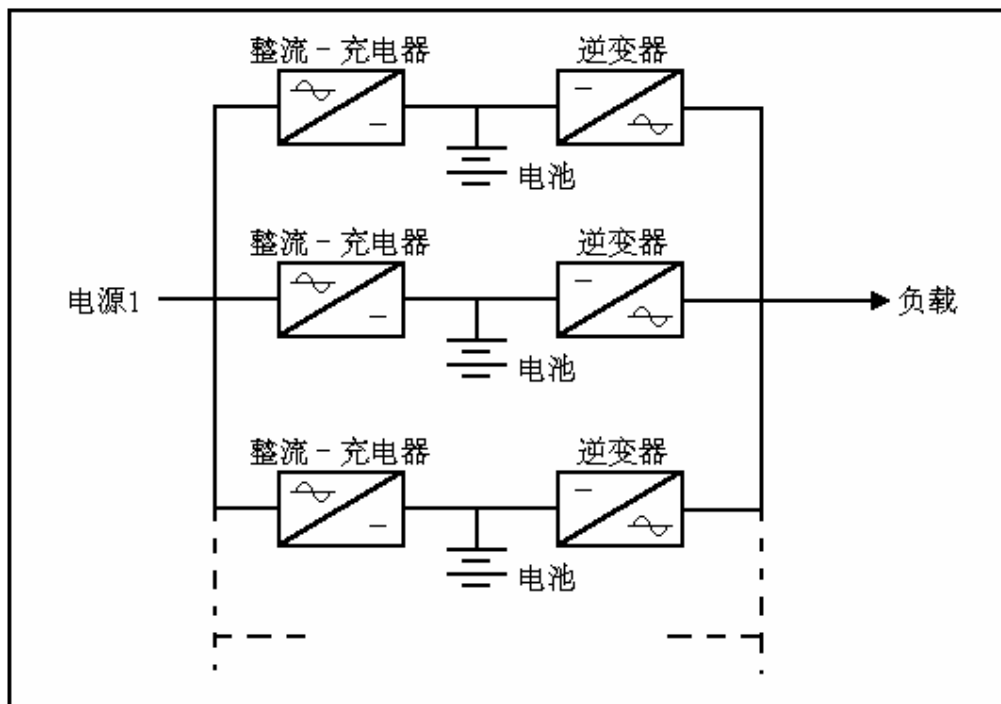

图4. 不带电源2(没装“静态开关”机柜)的
4. 不带电源2(没装“静态开关”模块)的并联UPS或频率转换器(图4)；